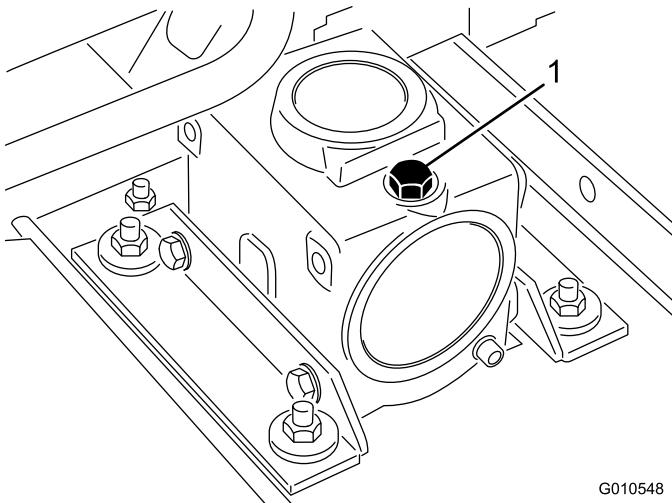

Bild 16
2. Stellen Sie die Zugmaschine und das Mähwerk auf eine ebene Fläche und senken Sie die Mähwerke ab. Nehmen Sie den Ölpeilstab bzw. die Ablässschraube oben am Getriebe ab (Bild 16) und stellen Sie sicher, dass der Schmiermittelstand zwischen den Marken am Peilstab liegt. Wenn der Schmiermittelstand niedrig ist, füllen Sie SAE 80-90wt. Schmiermittel ein, bis der Stand zwischen den Marken liegt.